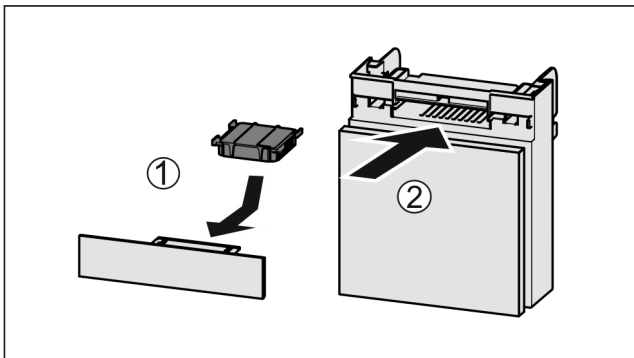

Fig. 85
- Insérer le filtre à charbon actif d'après le schéma Fig. 85 (1).
- Insérer le compartiment Fig. 85 (2).